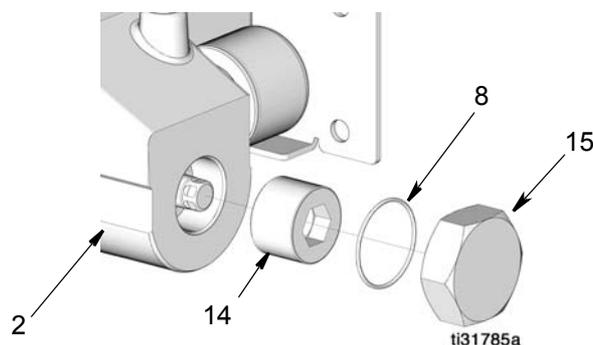

FIG. 16
2. Quite la tuerca del extremo de la bomba (15) y la junta tórica (8) de la base de la bomba (2) (FIG. 16).